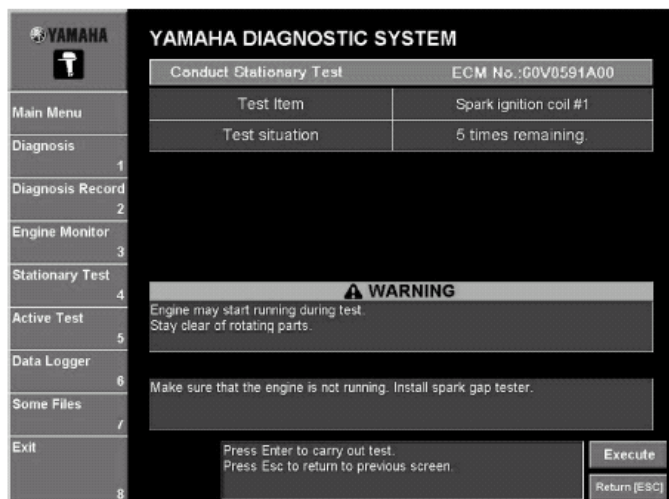

Рис. 67
5. Щелкнуть **Выполнить(Execute)** или нажать клавишу Enter клавиатуры. (Рис. 67)